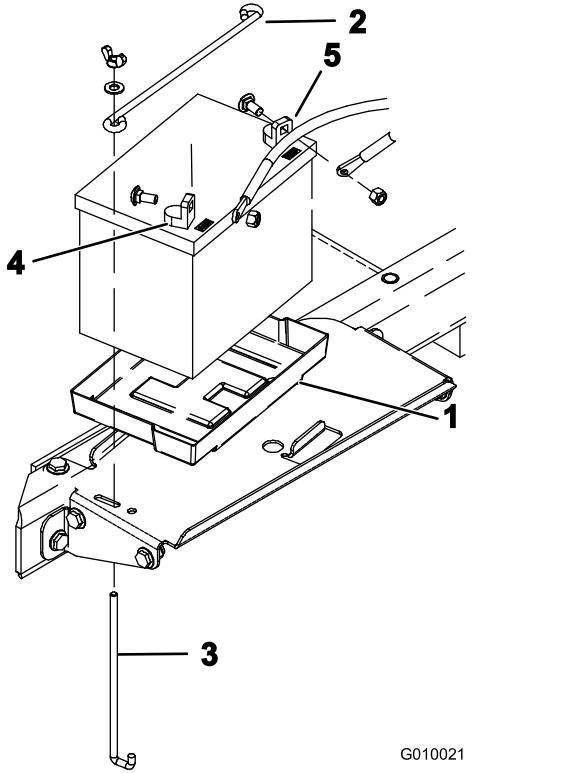

Bild 14
- Setzen Sie die Batterie in das Batteriefach ein (Bild 14). Setzen Sie die Batterie so ein, dass die Pole nach außen gerichtet sind.